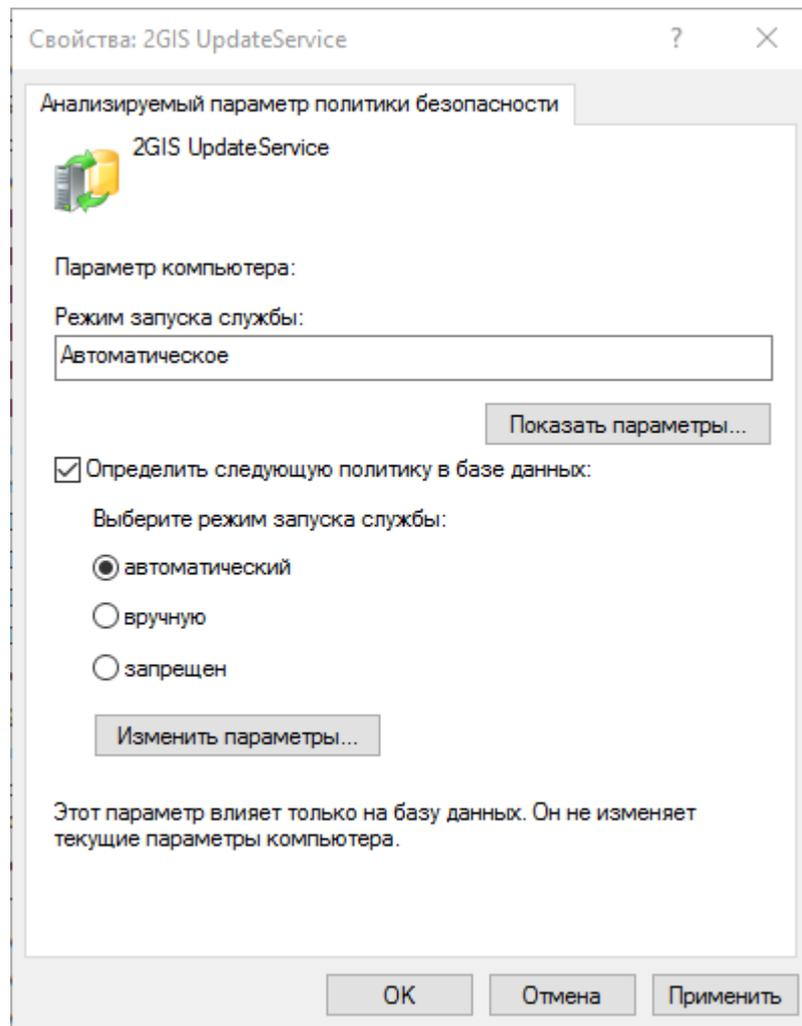

Рис. 19.11 Настройка свойств службы
9. Для выбранной службы выполнить «Действие - свойства» и в появившемся окне, рисунок 19.11, выбрать элемент «Определить следующую политику в базе данных». После этого нажать на кнопку «Изменить параметры...» и в появившемся окне выбрать пользователя Windows и разрешить ему «Пуск, стоп и пауза». После этого применить все изменения и закрыть окно свойств настраиваемой службы.